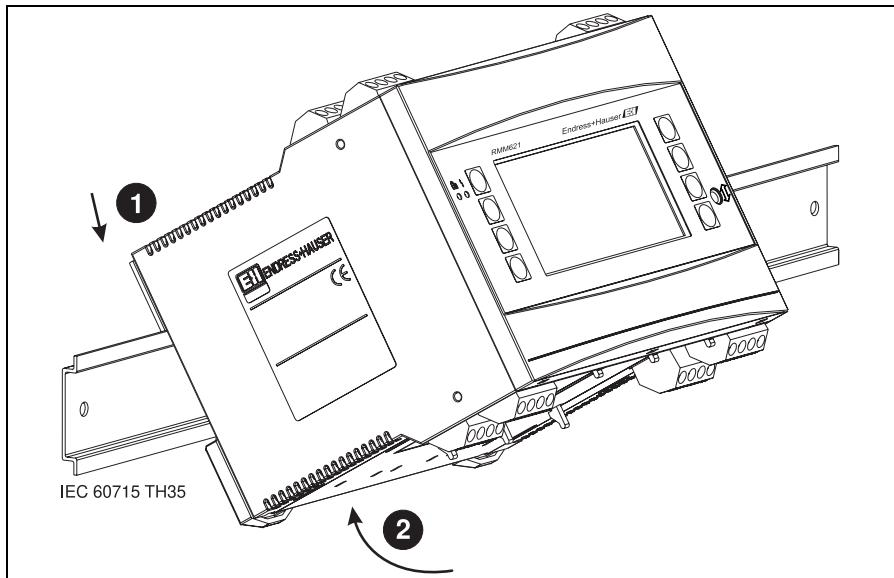

Fig. 3: Montaje de la unidad sobre riel de perfil de sombrero
Enganche la carcasa sobre el riel de perfil de sombrero, colgando primero la unidad sobre el riel para encastrarlo a continuación; ejerciendo presión hacia abajo (Fig. 3, pos. 1 y 2).